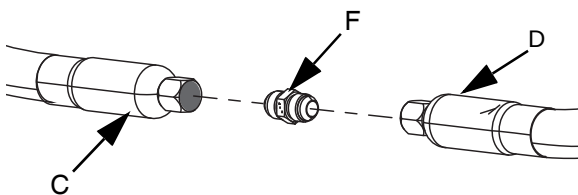

图 20
6. 如果您使用两根供料软管 (C 和 D)，请使用供料软管 1 连接到供料软管 2 接头 (F)，以将供料软管 1 (C) 连接到供料软管 2 (D)。参见图 20。